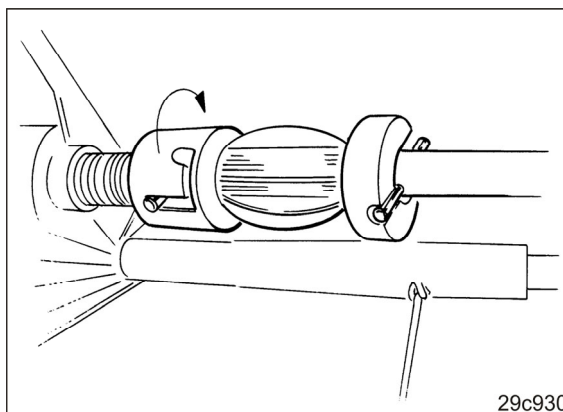

Fig. 210
1. Conectarea jumătății stânga a axului de distribuție (Fig. 210)